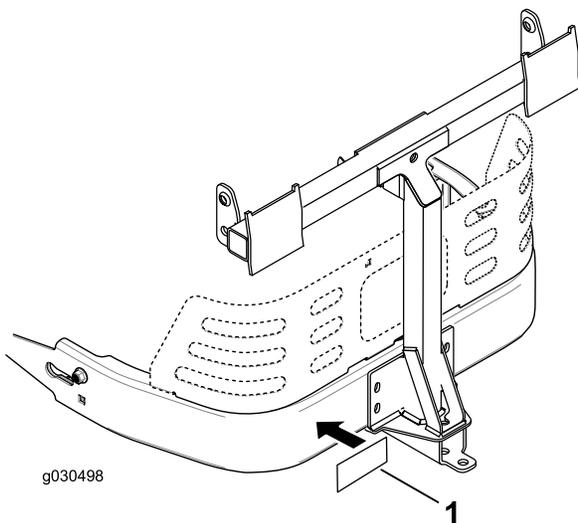

Figure 17
3. Apposez l'autocollant de la barre d'attelage à 1,3 cm (1/2 po) à gauche du dispositif de montage d'accessoire (Figure 17).